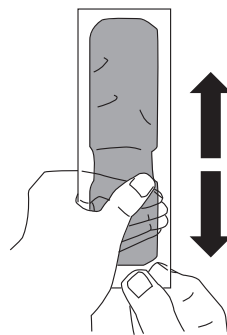

図4-3
- ④指でレジン袋を20回程度前後にしごきながら内部の樹脂を混合させてください。（図4-3参照）